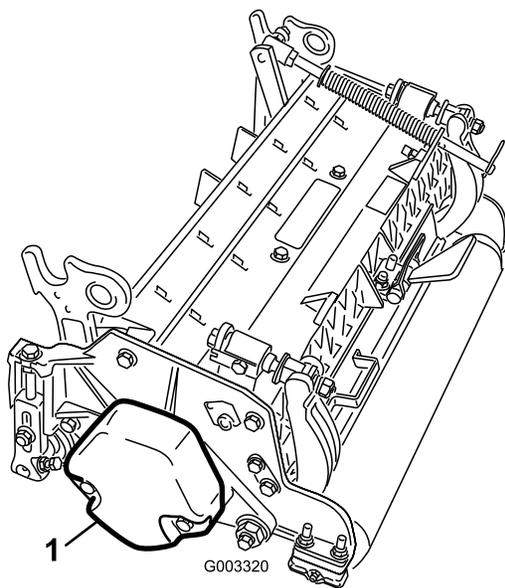

Рисунок 3
4. Убедитесь, что противовес (Рисунок 3) установлен на соответствующем конце режущего блока, как описано в *Руководстве по установке* противовеса.